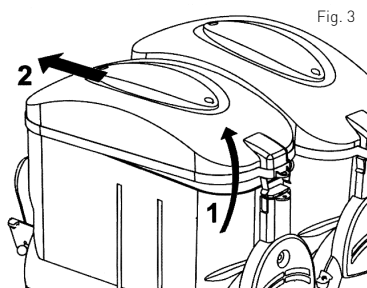

Fig. 3
- **WAARSCHUWING:** Het voedselingrediënt mag alleen in de kom (2) worden gegoten als het apparaat is uitgeschakeld en de stekker is losgekoppeld van het stopcontact.
- Volg deze instructies om het deksel (1) van de kom (2) te halen (Zie Fig. 3):
- 2) Haal het deksel (1) uit de houder aan de voorkant.